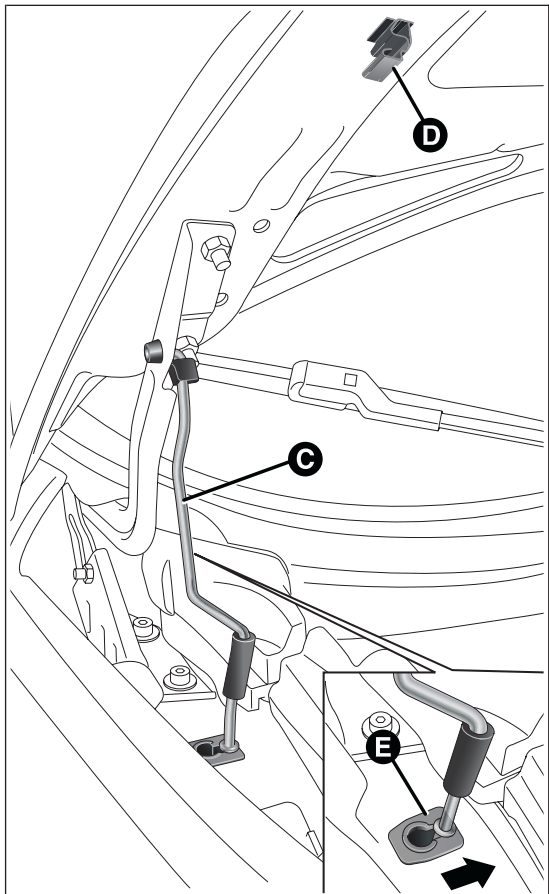

fig. 65
- soulever le capot et libérer en même temps la béquille d'appui C fig. 65 de son dispositif de blocage D, puis introduire l'extrémité de la béquille dans le logement E du capot moteur (orifice large) et pousser en position de sécurité (orifice étroit), comme indiqué sur le schéma.
- d'une main, tenir le capot soulevé et de l'autre, enlever la béquille C fig. 65 du logement D, en effectuant un mouvement inverse à celui d'ouverture, et la remettre dans son dispositif de blocage ;